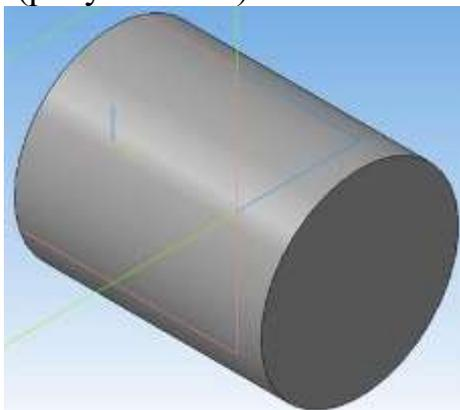

Рисунок 15.2 – Полутоновое отображение модели
11. На Инструментальной панели Вид выберите команду **Полутоновое**, **Полутоновое с каркасом** (рисунок 15.2).